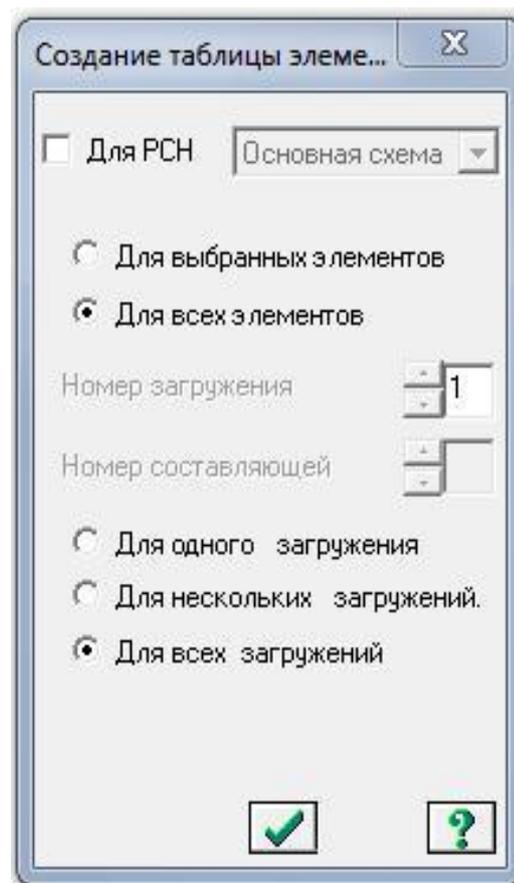

Рис. 3.25. Диалоговое окно Создание таблицы элементов
- В диалоговом окне Создание таблицы элементов с помощью радиокнопки выберите Для всех загрузений (рис. 3.25).